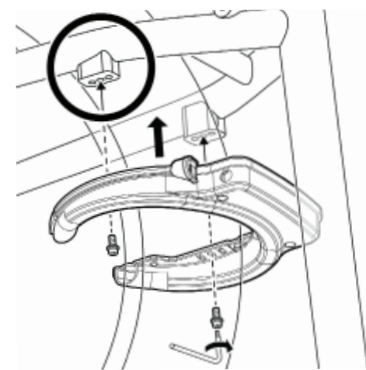

Figura 6: Instale pernos con arandelas cautivas; posición de montaje del marco n.º 1
- Si el marco de su bicicleta tiene tres orificios roscados en el montaje del marco, use el orificio roscado del medio en el montaje del marco (vea el círculo en la Figura 6).